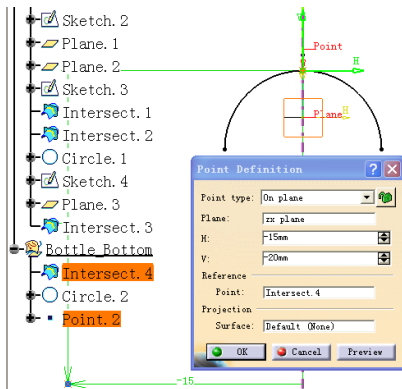

图 4-414
① 建立点。单击“点”图标，在弹出的对话框中选择 On plane 方式，并按照图4-414所示输入其他参数，完成点 Point.2 的建立。